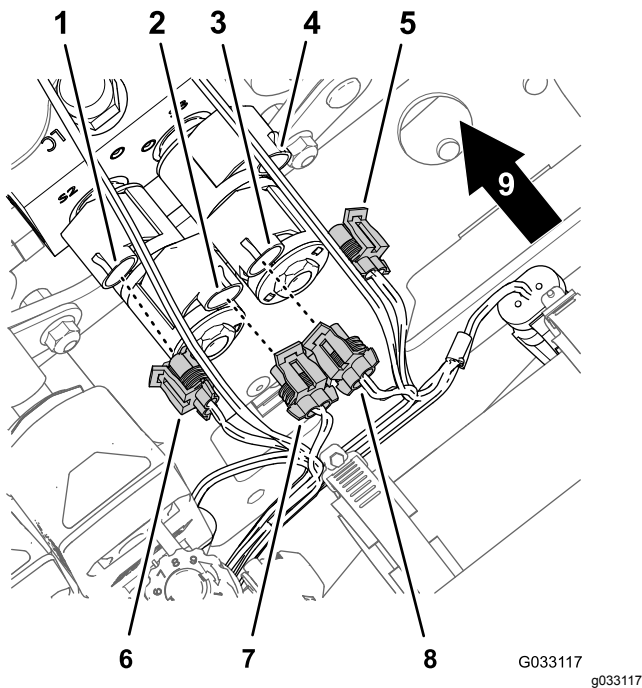

Figura 32
- Desconecte los conectores hembra de 2 vías del arnés de cables para el kit de acabado del brazo sónico (Figura 32) de los conectores de 2 pines de los solenoides del distribuidor del cilindro de elevación del siguiente modo: